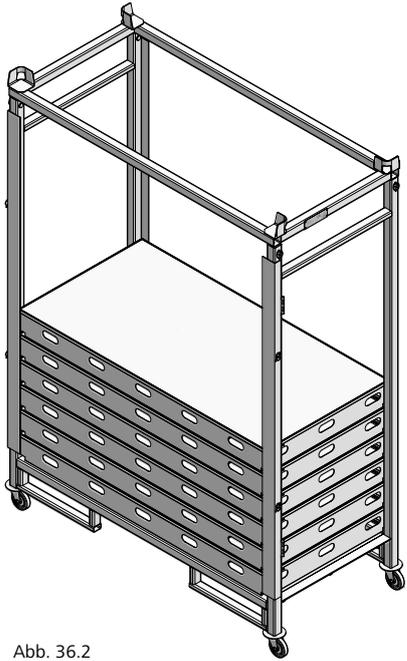

Abb. 36.2
- Transport mit Rollen zu ebener Erde. Das MD-Transportgestell kann zusätzlich mit vier Lenkrollen 100 (Art.-Nr. 29-305-95) ausgestattet werden. Die Lenkrollen 100 müssen am leeren Gestell in die Rahmen der Seitenteile gesteckt werden. Die Gesamthöhe erhöht sich dadurch um 12 cm von 231,5 cm auf 243,5 cm (Abb. 36.2).